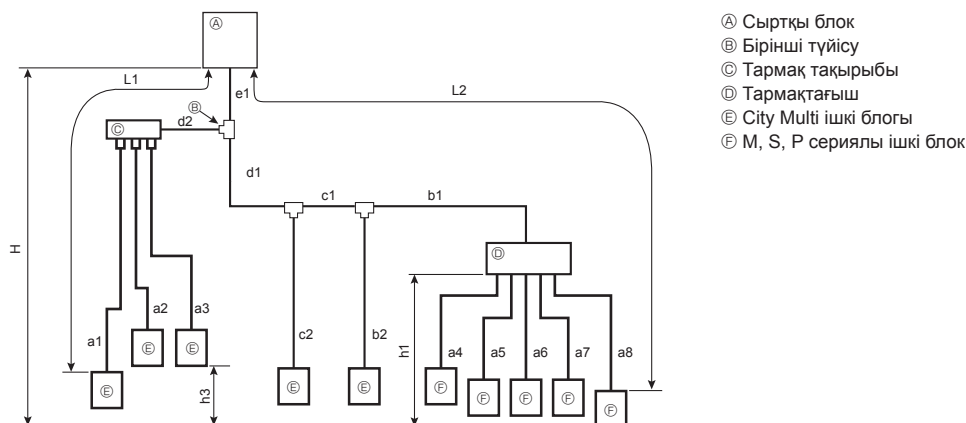

Fig. 4-5 (a)
4.1.3. Араластыру жүйесі (City Multi ішкі блоктары және M, S, P сериялы ішкі блоктар (тармақтағышпен жалғау)) (Fig. 4-5)